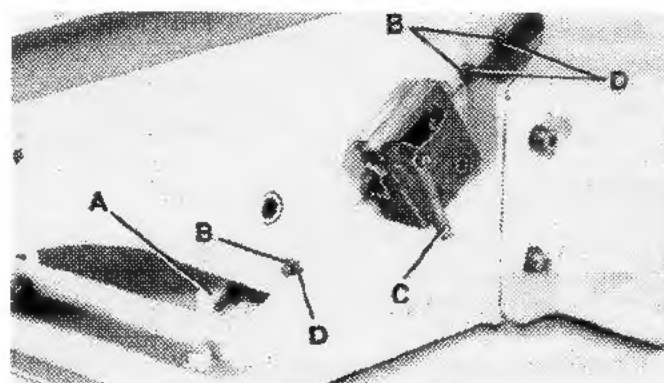
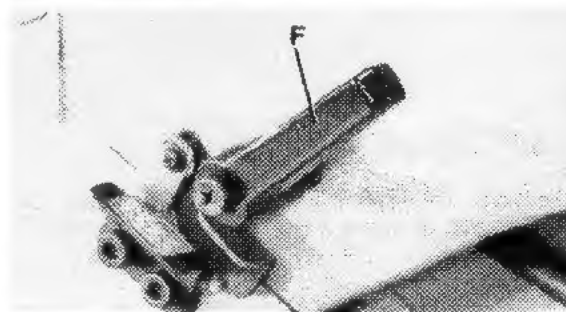

FIGURE 31
FIGURE 32
1. Pour ajuster la glissière de la table d'entrée, désérrez les boutons de verrouillage (C) Fig. 31 et (F) Fig. 32. Désérrez les trois écrous de verrouillage (B) Fig. 31, serrez ou désérrez les trois vis d'ajustement (D) tel que nécessaire. **NOTE:** Ajustez la vis inférieure en premier et procédez au vis d'ajustement supérieures, soulevez doucement le bout de la table. Ceci vous aidera à ajuster la glissière correctement sans que la table pend pendant l'ajustement. serrez les trois écrous de verrouillage (B) Fig. 31, et les deux leviers de verrouillage.